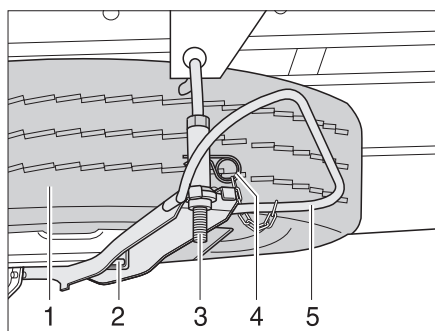

Fig. 274 Etrier de roue de secours (Iveco)
- Retirer la goupille fendue (Fig. 274,4).
- Presser l'étrier (Fig. 274,5) contre la roue de rechange et décrocher le support (Fig. 274,3).
- Desserrer l'écrou (Fig. 274,2) et enlever la roue de rechange (Fig. 274,1).